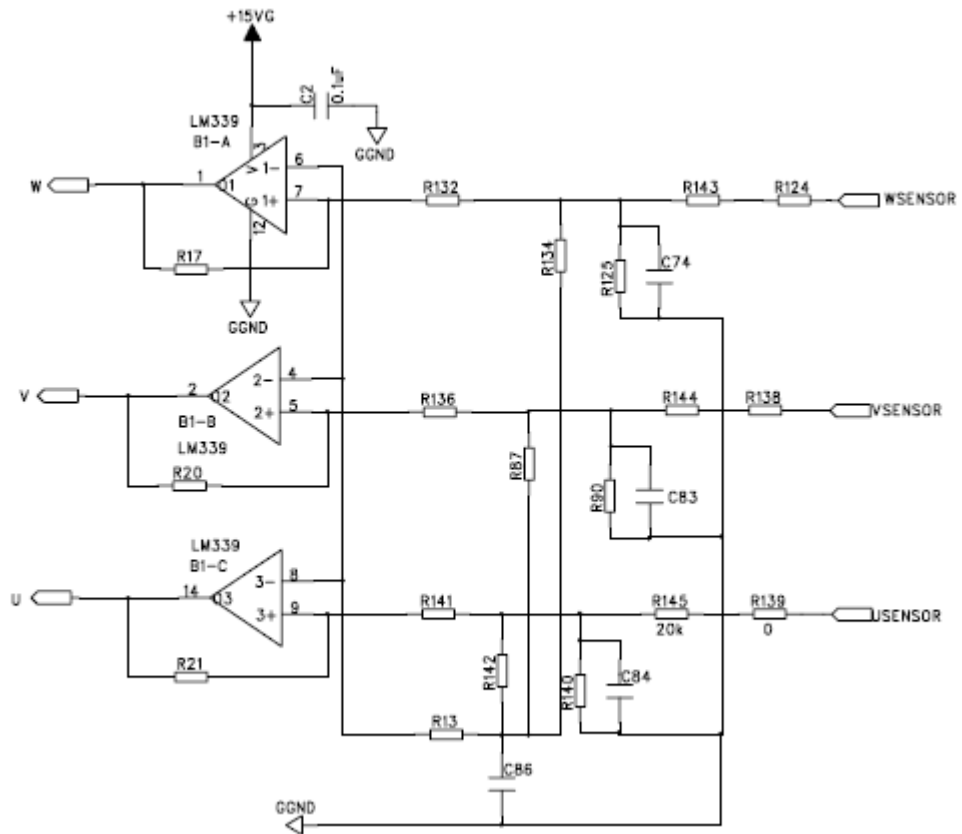

图 3-7 无位置传感器的直流无刷电机过零点检测图
- 对于无位置传感器的直流无刷电机，由于不能直接通过传感器获得换相信号，须通过检测感应电动势的过零信号来获得换相信号。将电机的相电压  $U_a$ 、 $U_b$ 、 $U_c$  和此时的电势  $V_x=(U_a+U_b+U_c)/3$ 。经过比较器，根据比较器的输出来决定如何换相。如图 3-7。